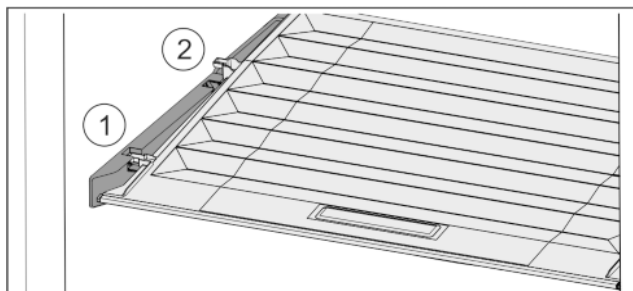

Fig. 27
- ▶ Trageți capacul în față Fig. 27 (1) până la orificiul din piesele suportului.
- ▶ Ridicați în spate de jos și scoateți Fig. 27 (2) în sus.